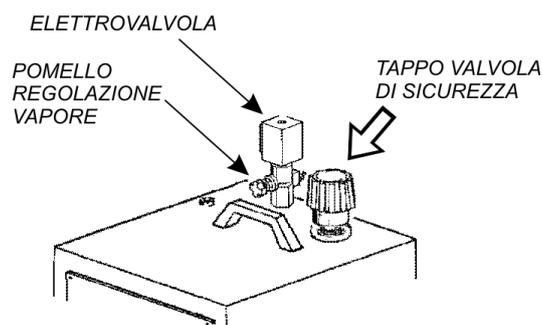

Fig. 3
9. **Non bisogna mai sostituire il tappo valvola (fig. 3) con tappi di altro genere. N.B. il tappo valvola è tarato a 4,5 bar ed inoltre ha la funzione di valvola di sicurezza.**
5. Quando la BARBARA 31 semi-automatica viene utilizzata abbinata ad un tavolo da stiro non aspirante è possibile che sorgano delle macchie d'acqua sul tavolo, in questo caso diminuire il flusso di vapore del ferro tramite il pomello di regolazione vapore (fig. 3). Si consiglia perciò di abbinare l'apparecchio ad un tavolo aspirante e riscaldato.
3. ruotare di 360° il tappo valvola (fig. 3) e aspettare che sia fuoriuscito tutto il vapore. Con molta cautela svitare e togliere il tappo e attendere 5/10 minuti;